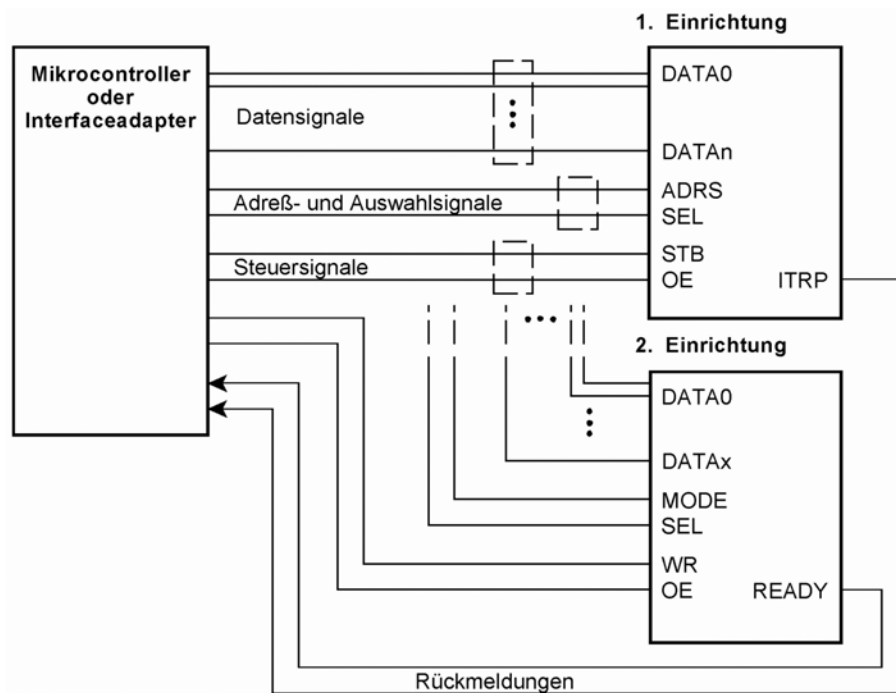

Abb. 2.28 Verschiedene Arten von Interfacesignalen
- wir überlegen, wie wir diese Signale anderweitig ausnutzen können. Die Mehrfachnutzung beruht auf der Tatsache, daß es verschiedene Arten von Interfacesignalen gibt (Abb. 2.28).